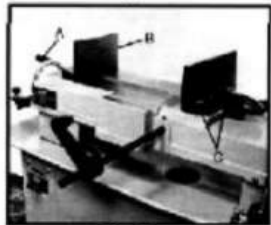

Fig.7
1. Rimuovere i gruppi di bulloni (C.Fig.7)